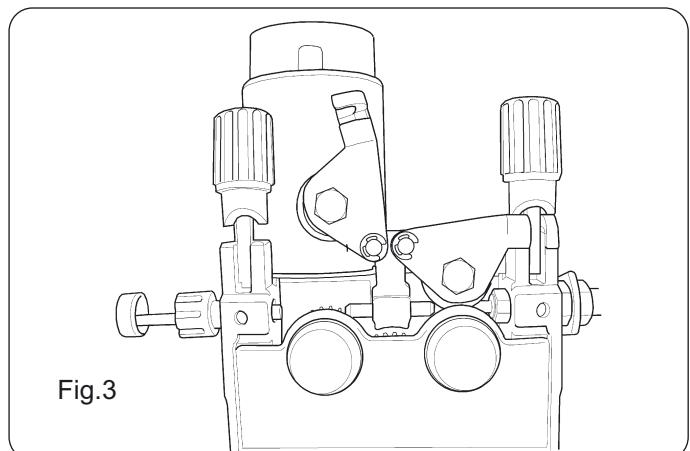

Fig.3
• **Importante: per la saldatura dei fili di alluminio e in particolare fili di Ø 0,8 o 1mm è estremamente importante regolare la pressione sul rullo di traino, al minimo. E altresì estremamente importante, quando si utilizzano fili di alluminio con un motoriduttore a 4 rulli utilizzare solo il braccetto anteriore per la pressione sul rullo di traino, vedi Fig. 3.**